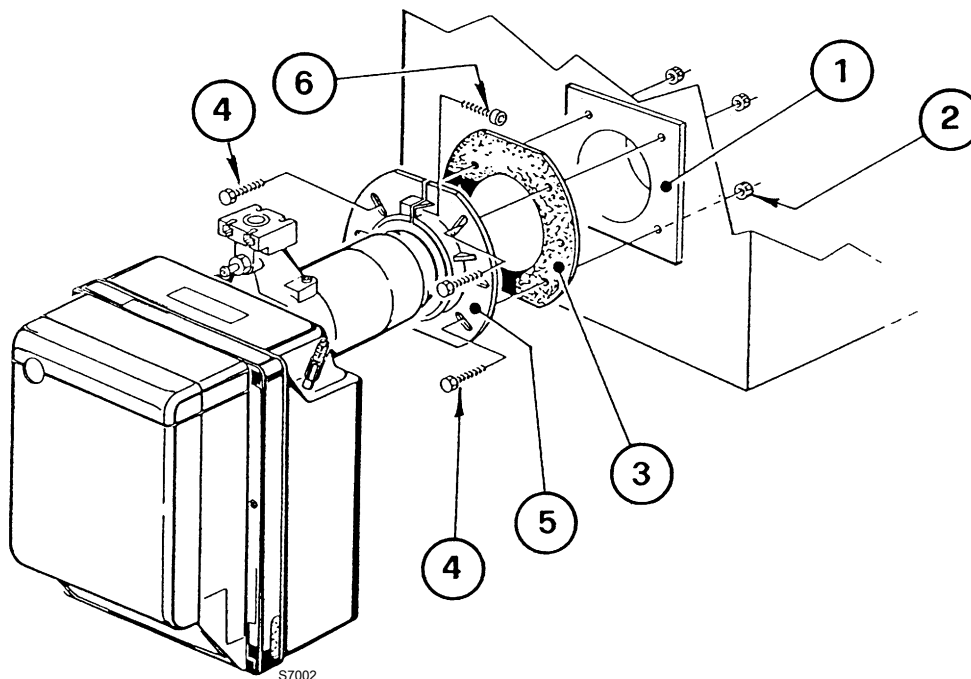

图 10
- 使用螺钉 4）和（必要时）螺母 2）将法兰 5）固定到锅炉 1 的门上）（图 10），之间放上隔热衬垫 3），但上面的两个螺钉 4）之一不要拧紧。